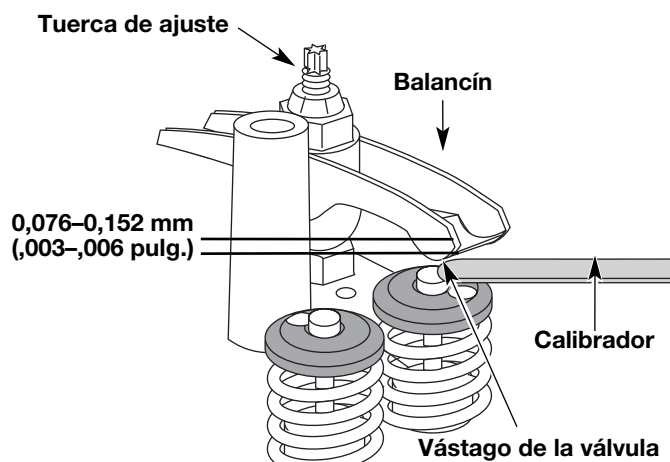

Fig. 38
- a. Gire la tuerca de ajuste con una llave de 8 mm (5/16 pulgadas) o una guía de tuercas (Fig. 38).